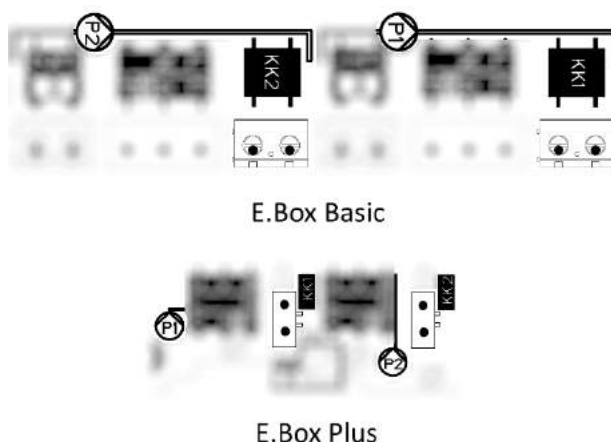

Figura 21: Ingressi protezione termica KK
- **Protezione termica Motori:** il dispositivo possiede un ingresso per la protezione termica di ogni motore. Se il motore utilizzato è provvisto di protezione termica, si può collegare tale protezione ai morsetti KK. Se la protezione non è presente nel motore i morsetti devono essere ponticellati. I morsetti sono visibili in Figura 21.